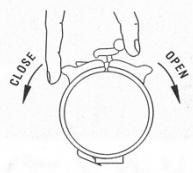
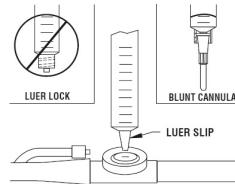

FIG. 3
FIG. 4
- 排尿口を開放し尿を排出するには、スプラッシュガードの白いレバーを時計回りに動かす。排尿口を閉じるときは、レバーを反時計回りに、カチッとロックされるまで動かす(FIG. 3)。
- 尿標本を採取するには、サンプリングポート表面を消毒剤で拭く。ルアーシリンジあるいはブランチチップカニューラの先端をニードルレスサンプリングポートの中央に挿入する(FIG. 4)。標本を採取したらシリソジを取り外す。
注意: ルアーロック方式のシリソジは使用不可 [サンプリングポートに挿入できないため] (FIG. 4)。
④カテーテルの体外に出ていている部分を切断する。ただし断端を尿道内に押し込まないようコッヘル等で固定して処置を行う(図 3)。場合によってはインフレーションルーメンに合う径の留置針を差し込み、再度ゆるやかにポンピングを試みる(図 4)。
(図3)
(図4)